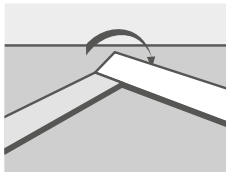

Рисунок 8
- 11.9 Присоединить планку А длинной стороной к углу короткой стороны предыдущей планки В. Опустить планку А к основанию, слегка надавливая на длинную сторону планки. Убедиться, что гребни на двух планках образуют непрерывную линию (см. Рисунок 8).